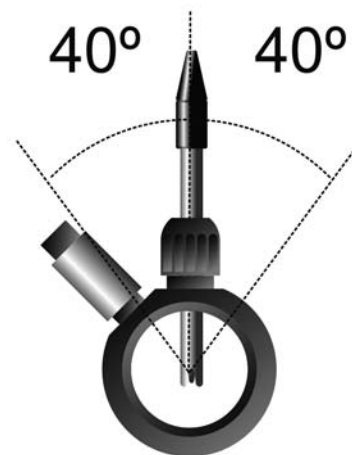

Fig. 3a
4. **Instalar siempre los sensores de pH/ORP preferiblemente en posición vertical o con una inclinación máxima de 40° (Fig. 3a).**